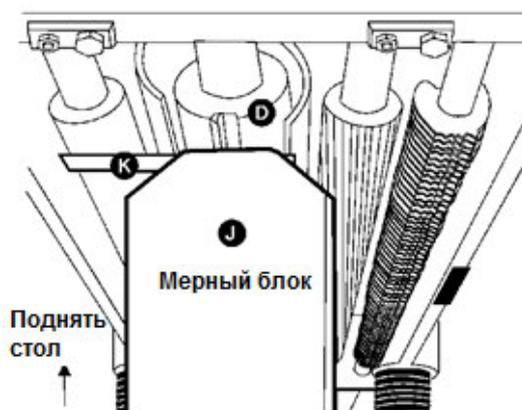

Рис. 27
3. Установите мерный блок (J, см. Рис. 27) на столе непосредственно под строгальным валом (D, см. Рис. 27). Используя щуп толщиной 0.5 мм (K, см. Рис. 27), расположенный в верхней части мерного блока, поднимайте рабочий стол, пока нож не коснется щупа, когда нож находится в самом нижнем положении. Не изменяйте положение рабочего стола, пока не отрегулируете ролик разгрузки.